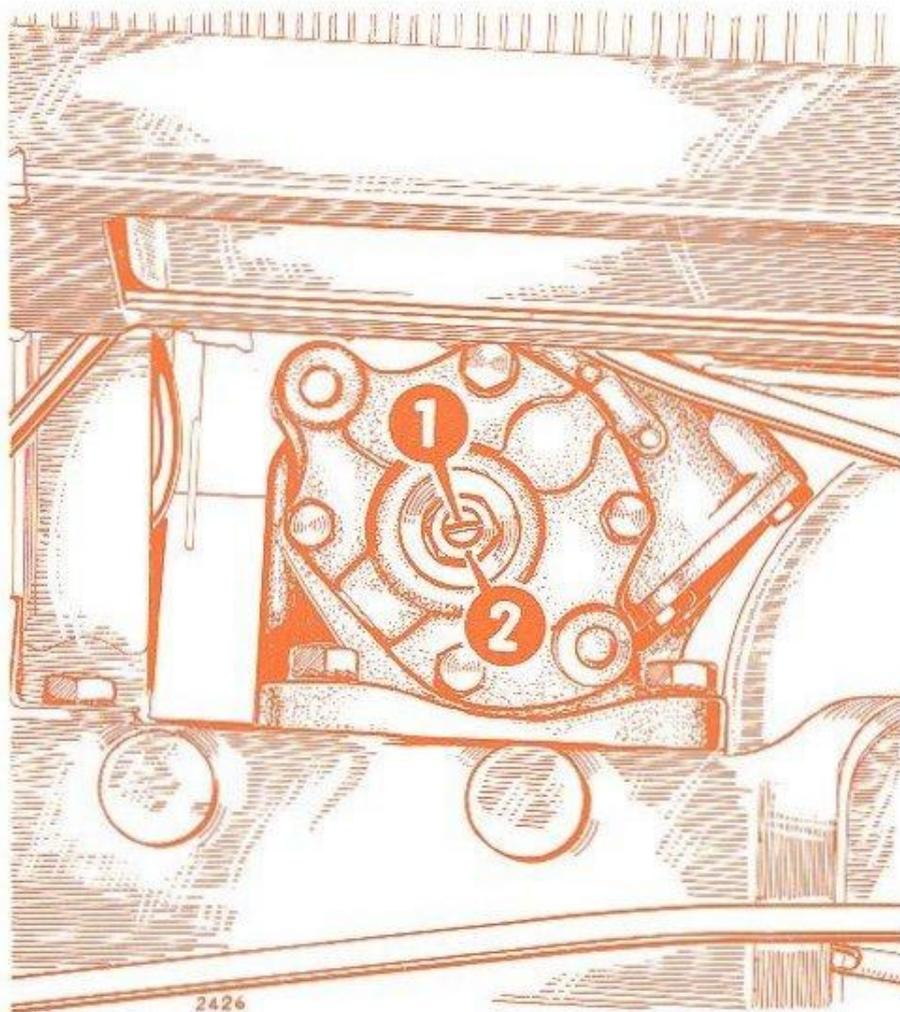

FIG. 45. — Vis de réglage du boîtier de direction.
- Dans le sens perpendiculaire au moyen de la vis de réglage (**rep. 1, fig. 45**) arrêtée par le contre-écrou, (**rep. 2**) ce dispositif est situé sur le côté droit du boîtier de direction.